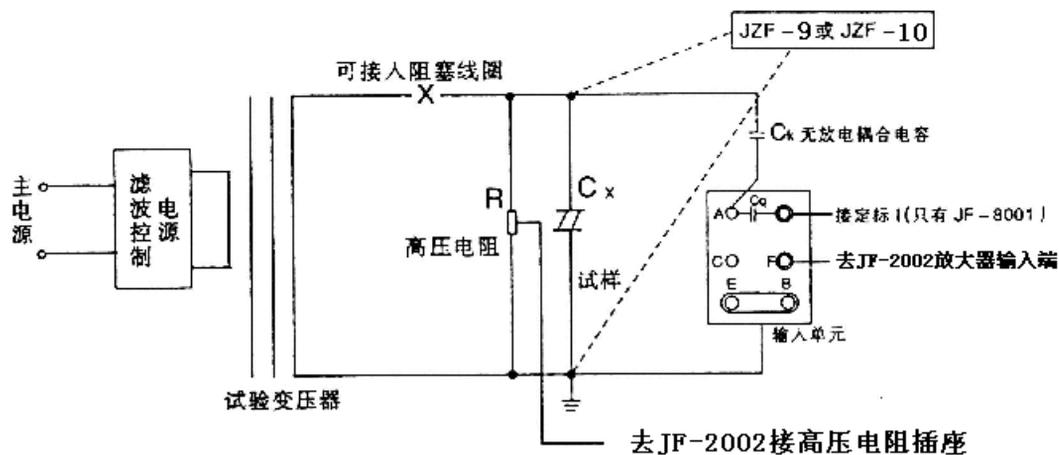

图4 局部放电试验标准接法电路（直接法的并联法）
5、常用局部放电试验电路见图 4
参照图 4 接好线后，在未加试验电压前用 JZF 型校正脉冲发生器予以校准。
下面以图 4 为例，介绍一种试验方法：